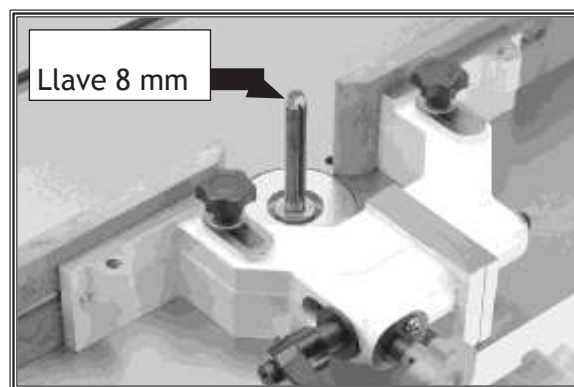

Figura 13.
13. Coloque una llave española de 8 mm en la flecha (Vea **Figura 13**).